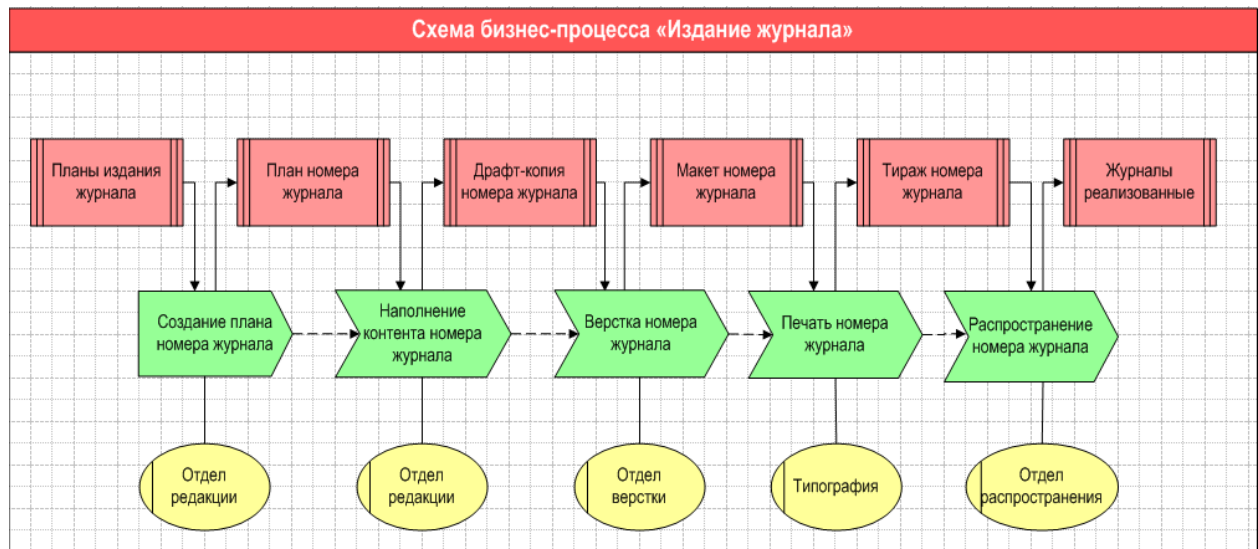

Рис. 71. Диаграмма типа *ARIS Value added chain diagram (VAD)*
3. В соответствии с рис. 71 создайте диаграмму *Схема бизнес-процесса «Издание журнала»*, между элементами которой установите следующие типы связей: